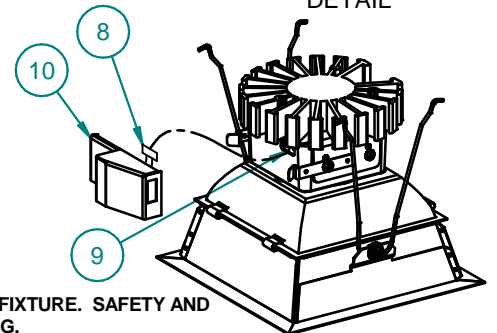

FIGURE 3
7. Insert connector (8) into module (9) and snap electrical cover (10) onto module assembly. (SEE FIG 3)
7. Insérez le connecteur (8) dans le module (9) et enclenchez le capot électrique (10) dans le module. (REPORTEZ VOUS À LA FIG. 3)